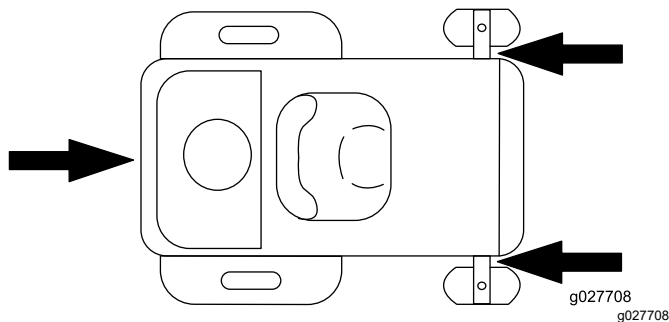

Figure 29
- Arrimez solidement la machine sur la remorque ou le camion à l'aide de sangles, chaînes, câbles ou cordes. Utilisez uniquement les quatre points d'attache désignés de la tondeuse : deux à gauche et deux à droite (Figure 29). Utilisez ces points même pour transporter la tondeuse équipée d'un accessoire. L'utilisation de points non désignés risque d'endommager la tondeuse et/ou l'accessoire.